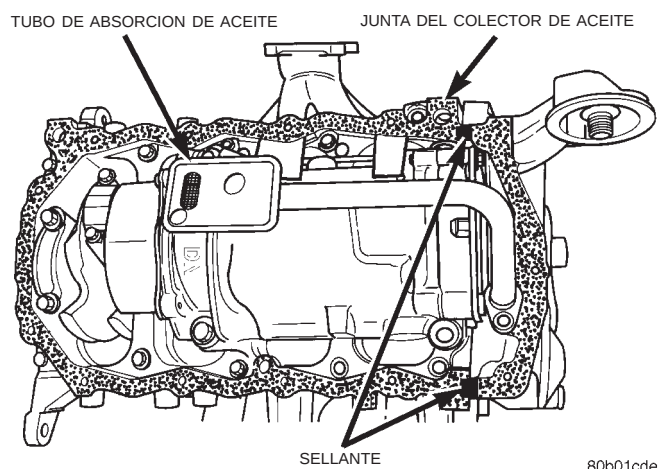

Fig. 68 Instalación de la junta del colector de aceite
(2) Instale la junta del colector de aceite en el bloque (Fig. 68).
(3) Instale el colector y apriete los tornillos con una torsión de 12 N·m (105 lbs. pulg.).
(4) Instale el protector contra el polvo.